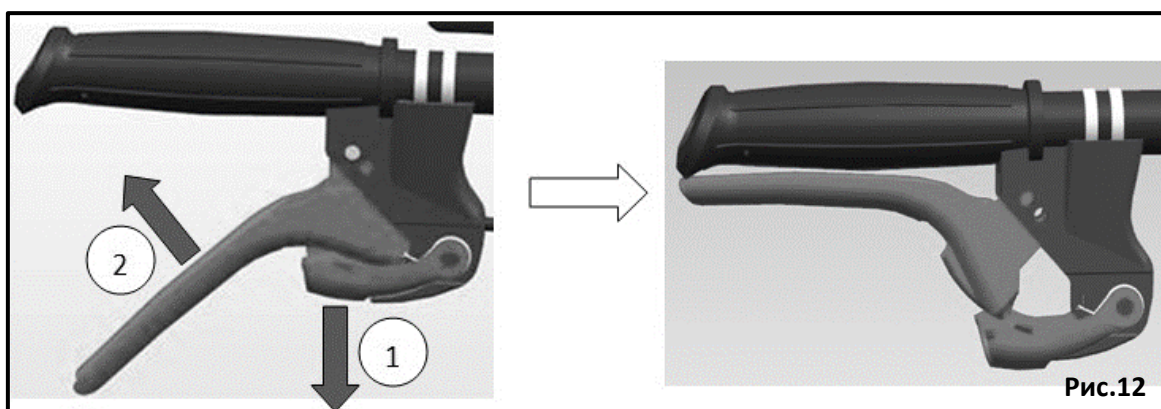

Рис.12
Движение вперёд: Рычаг управления (Чёрный рычаг) перевести в положение «Движение вперёд», а для этого нажать на фиксатор (1) и сжать рычаг переднего хода **рис.12**, тогда культиватор поедет вперед.